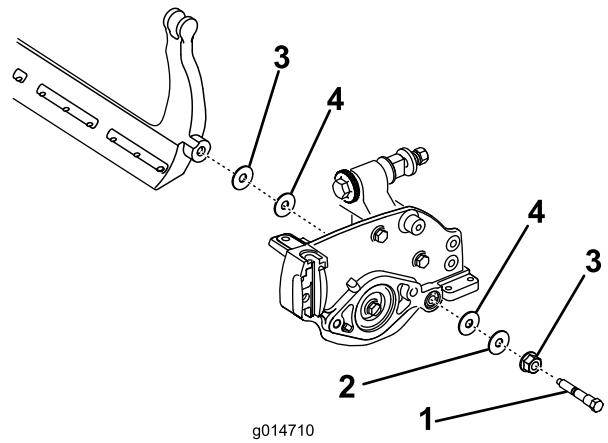

図 19
- 各ベッドバー・ボルトを抜いて、ベッドバーを下に引き抜いて外す。ベッドバーの両端にナイロン・ワッシャとスチール・ワッシャが2枚ずつあるので注意する（図 19）。